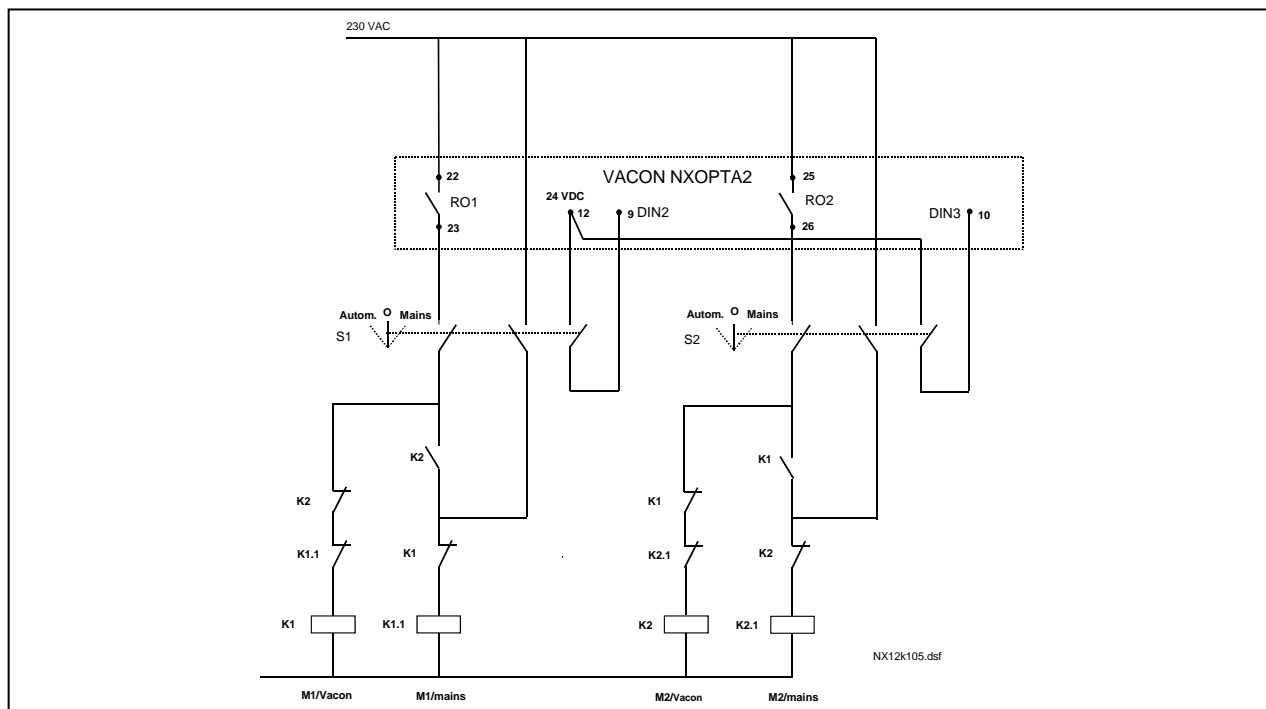
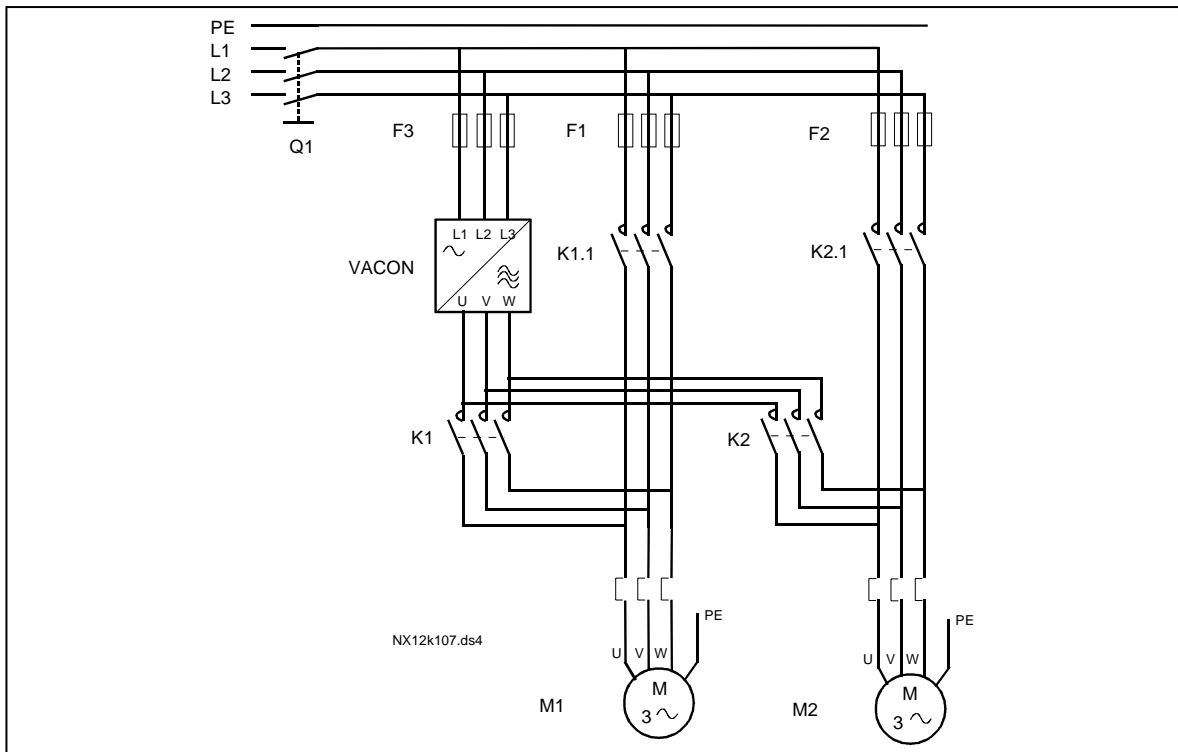
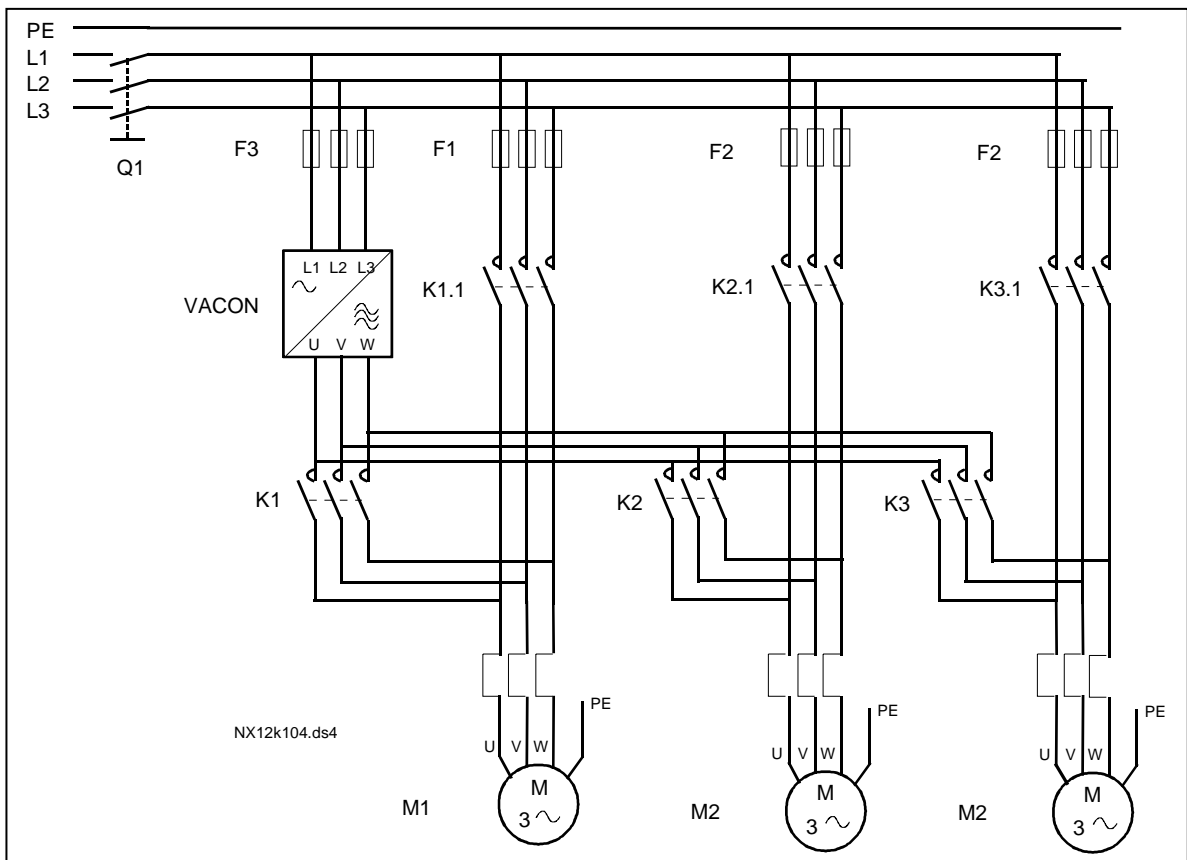

Figura 7-1. Sistema de rotación de 2 bombas, esquema de control
Figura 7-5. Ejemplo de rotación de 2 bombas, esquema de potencia
Figura 7-6. Ejemplo de rotación de 3 bombas, esquema de potencia
- Los contactores externos controlados a través de las salidas de relé del convertidor de frecuencia conectan los accionamientos al convertidor de frecuencia o a la red. Si se incluye el motor controlado por el convertidor de frecuencia en la secuencia de rotación, siempre se controla a través de la primera salida a relé activada. Los demás relés activados posteriormente controlan los accionamientos auxiliares (véase la Figura 7-5 y la Figura 7-6).
El rotación del orden de arranque y paro se activa y se aplica solamente a los accionamientos auxiliares o a los accionamientos auxiliares y al accionamiento controlado por el convertidor de frecuencia, según el ajuste del parámetro 2.9.25, *Selección automática*. Por defecto la Rotación viene activada para dos accionamientos. Véase la Figura 7-1 y la Figura 7-5.